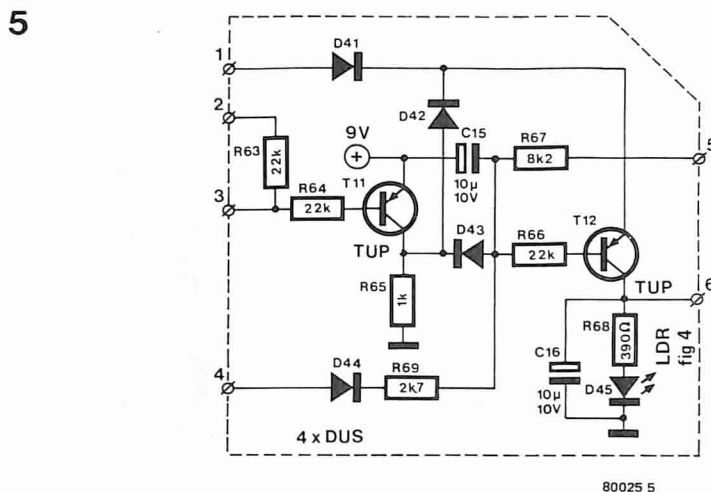
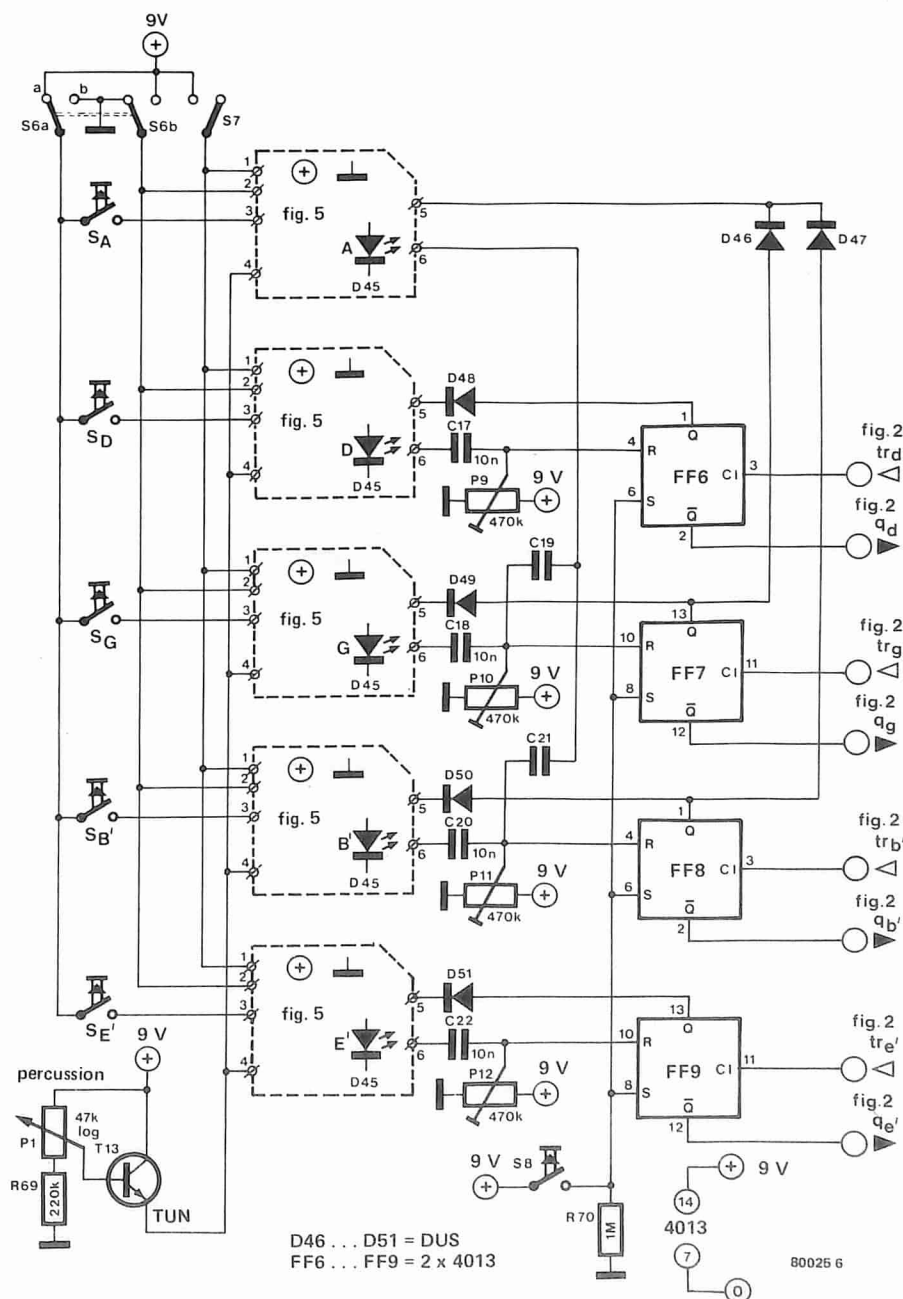
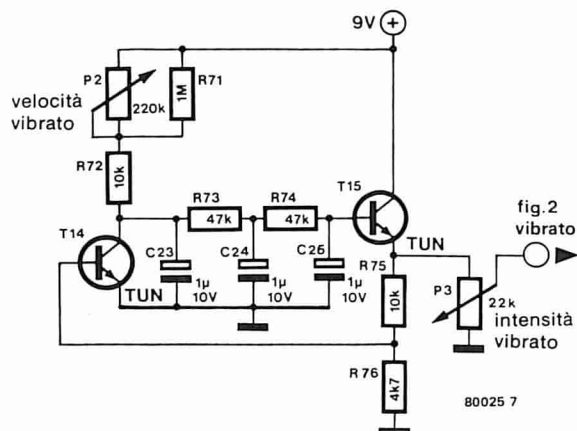

Figura 5. Il generatore di inviluppo. Questi moduli (cinque in tutto) determinano le caratteristiche di "attacco" e di "smorzamento".
Figura 6. La sezione dei generatori di inviluppo al completo. Si possono scegliere per mezzo di S6 ed S7 quattro differenti modi di suonare lo strumento.
Figura 7. L'oscillatore del vibrato.
Il circuito completo è una cosa piuttosto complicata e non è il genere di lavoro che si può mettere insieme in un'ora o due. Occorrono un gran numero di componenti (a buon prezzo); c'è un complicato cablaggio da e per gli interruttori e ci sono molti accordi da fare. Per motivi di chiarezza il circuito è stato diviso in sei circuiti parziali. I tasti di nota ed i quattro oscillatori appaiono in figura 2. Due diversi tipi di stadio divisore sono mostrati in figura 3a e 3b e la figura 4 mostra come questi possono essere usati nel circuito complessivo. La figura 5 è il generatore ad involuppo. Cinque di questi generatori sono combinati come appare in figura 6. Infine, la figura 7
Figura 4. La sezione completa dei divisori ed i controlli del livello di uscita. Le LDR sono illuminate dal LED (vedi figura 5) quando deve essere prodotto un segnale di uscita.
Un gruppo speciale di contrassegni, sono marcati E', B', G, D ed A. Questi corrispondono ad accoppiatori ottici: cinque LED (D45 nelle figura 5 e 6) e cinque LDR (R_{E'} R_A in figura 4). Ora diamo un'occhiata più da vicino ai vari circuiti.
Con questo interruttore in posizione "b", l'oscillatore non può marciare senza la pressione di uno o più tasti di nota. L'uscita di ciascun oscillatore è prelevata tramite un transistor (T2, T4, T6 e T8); questo è "comandato" dai segnali "q" provenienti dalla figura 6. I segnali "tr" vanno nell'altro senso: da figura 2 a figura 6.
Il circuito di figura 6 rileva il rilascio di un tasto di nota (come sarà spiegato in seguito) e quindi smorza rapidamente la nota di uscita della corda corrispondente. Il circuito dei tasti di nota corrispondenti alla corda B' è più complicato degli altri tre, perchè deve anche fornire il segnale CA. Questo segnale viene usato per controllare la generazione del suono della quinta corda (in figura 4). La nota per questa quinta corda (A) è derivata dalla corda B' se il segnale di CA è a livello logico basso e
Le uscite degli stadi divisori vanno ad uno stadio miscelatore "controllato con la luce". Ciascuna uscita (comprese le due uscite A della quinta corda) è applicata tramite una rete resistiva che comprende una LDR (R_E R_A). La quantità di luce che arriva alla LDR determina il livello d'uscita per quella determinata corda. Questo significa che ciascuna LDR, con un LED accoppiato, in figura 5 è in linea di principio equivalente ad un economicissimo VCA.
Il livello di uscita per ciascuna corda è definito dalla quantità di luce che arriva alla corrispondente LDR in figura 4. Se si preme brevemente un tasto di corda, sulla LDR cade un breve impulso luminoso con le giuste caratteristiche di attacco e smorzamento. L'impulso luminoso è prodotto dal circuito di figura 5.
L'effettiva sorgente luminosa è il LED D45. Cinque di questi generatori d'involuppo, così sono chiamati, vengono impiegati nell'intero strumento. Il circuito complessivo si vede in figura 6. Per ogni corda si usa uno dei generatori d'involuppo. Naturalmente i LED devono essere montati vicino alla corrispondente LDR (il LED
Con i vari interruttori di figura 6 nelle posizioni mostrate, il segnale principale di controllo per ciascun generatore d'involuppo perviene dal corrispondente tasto di corda (S_E S_A).
Prima che un tasto sia azionato, l'ingresso 2 di figura 5 è collegato al conduttore comune dell'alimentazione tramite S_6 . T11 (figura 5) è in conduzione; C15 a questo punto viene fatto scaricare, cosicché T12 è interdetto; il LED non è acceso. L'azionamento di un tasto di corda, manda la connessione d'ingresso 3 alla tensione di alimentazione positiva, provocando l'interdizione di T11. C15 si carica piuttosto rapidamente, in modo che la tensione alla giunzione C15/R66 cade. Al rilascio del tasto, T11 comincia nuovamente a condurre; tramite D42 manda corrente a T12 e, mentre si scarica attraverso R66 e la giunzione base-emettitore di T12, questo transistor passa in conduzione ed il LED si accende. C15 e C16 producono le desiderate caratteristiche di attacco e di smorzamento. La nota viene quindi prodotta quando il tasto viene rilasciato.
In figura 6, P1 regola una polarizzazione in c.c. alle connessioni d'ingresso 4 di tutti i generatori d'involuppo. Come si può notare in figura 5, questa polarizzazione determina la minima tensione a cui C15 può essere caricato quando T11 è interdetto; essa definisce inoltre la caratteristica di scarica iniziale di questo condensatore e di conseguenza le caratteristiche di attacco/smorzamento.
I commutatori S_6 ed S_7 di figura 6, vengono usati per selezionare altri tipi di "suono". Con S_6 in posizione "b" ed S_7 lasciato nella posizione (aperta) che appare in figura, si ottiene un suono "percussivo": all'inizio T11 è interdetto e C15 è carico, dimodoché la nota si produce immediatamente all'azionamento del tasto. Anche se il tasto viene mantenuto premuto, la nota si smorza. Per contro, con S_7 commutato in chiusura ed S_6 in posizione "a", si ottiene un effetto più rassomigliante all'organo: la nota suona fintanto che il tasto di corda rimane premuto; dopo il rilascio del tasto, la nota si smorza gradualmente ("sustain"). Infine, con S_6 in posizione "b" ed S_7 chiuso, una nota apparirà quando si azionerà uno dei tasti di nota.
Quattro flip-flop, FF6 FF9 di figura 6, assicurano che la nota si smorzi rapidamente dopo il rilascio del corrispondente tasto di nota, sempre come in una normale chitarra. Come detto in precedenza essi bloccano l'uscita in figura 2. Inoltre l'uscita Q viene usata per scaricare rapidamente C15 (figura 5). Un tasto "damper" (di smorzamento) è anche presente: azionando S_8 tutte le corde ammutoliscono rapidamente, con lo stesso effetto che si ottiene
Finora nulla è stato detto circa l'ingresso "vibrato" di figura 2. Esso è collegato al circuito di figura 7: un oscillatore convenzionale a bassissima frequenza. La sua uscita modula la frequenza emessa dagli oscillatori di "corda". La profondità di modulazione, ossia l'estensione alla quale l'effetto è percepito, si può variare con P3. La frequenza del vibrato è regolata da P2. Il circuito è progettato in modo che l'oscillatore si arresta se P2 è al massimo della sua resistenza. Quindi P3 può essere usato per introdurre un vibrato "manuale" analogo alla "manovella" del vibrato nella chitarra elettrica.
L'accordatura è una faccenda un pochino complessa, come con quasi tutti gli strumenti musicali. Primo: figura 6. I cursori dei predispositori P9 P12, sono per prima cosa girati a fondo verso il comune dell'alimentazione. Vanno quindi girati fino al punto nel quale la nota si sente azionando il corrispondente tasto di corda (con S_6 ed S_7 nella posizione indicata).